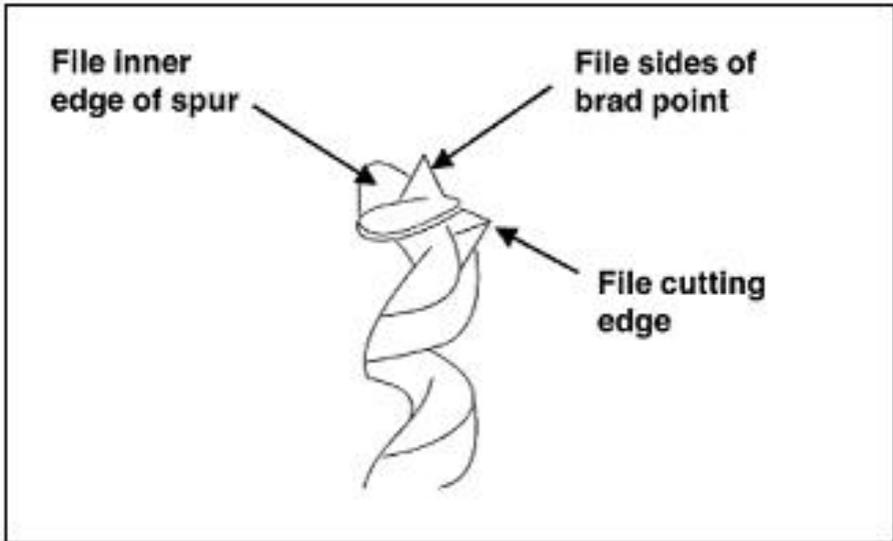

Fig 13
- Slipa biten genom att använda en liten, slät fil som följer den ursprungliga formen av biten. Fila den inre kanten av sporen, sidorna av brad-spetsen och skäreggen inåt mot spåret på borrhölen. Se fig 13 . Fila inte ytterkanten av sporen eftersom detta påverkar borrhölets diameter.